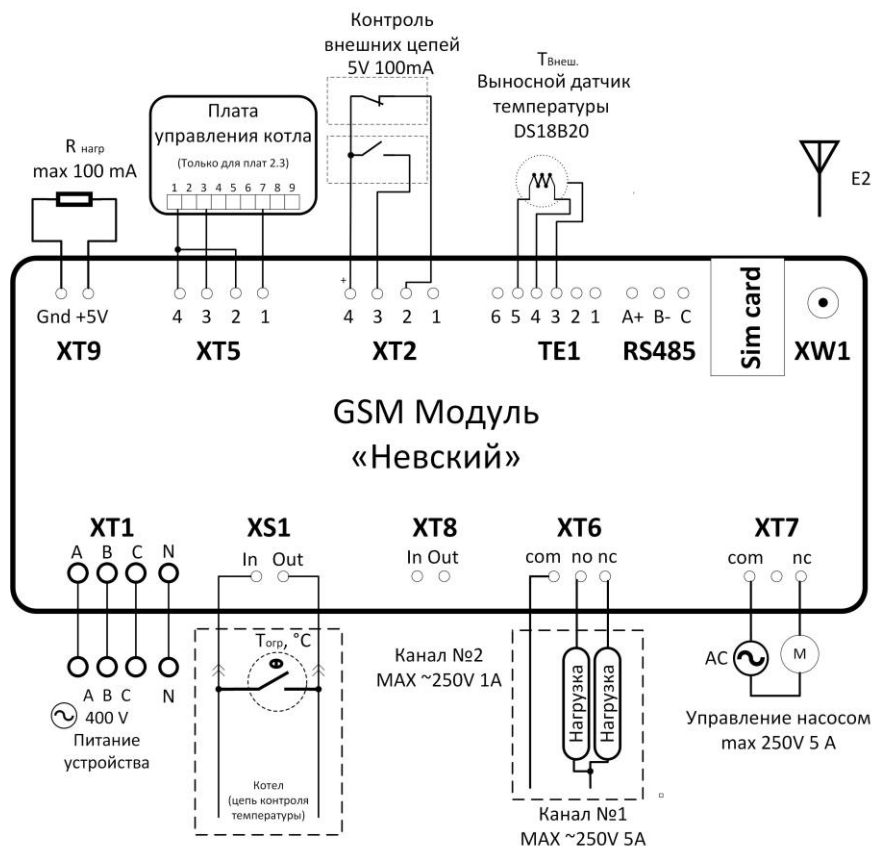

Рис. 5
- 6.4. На клемму XT1 согласно Рис. 5 необходимо подключить фазный и нейтральный провод. Если вы не планируете отслеживать наличие фаз, то можно соединить фазы L1, L2, L3 вместе перемычками, т.к. иначе GSM-модуль будет присылать сообщение об отсутствии неподключенных фаз.
- 7.4. Подключение к дополнительным каналам управления (1 и 2) осуществляется соответственно через клеммник ХТ6 и ХТ8 (Рис. 5).
- 7.5. Канал1 (клеммник ХТ6) (Рис. 5) это электромеханическое реле, состоит из пары контактов – нормально-замкнутого и нормально-разомкнутого. Нагрузочная способность, коммутируемая реле управления 5 А при напряжении 230 В. Если подключаемые устройства, имеют более высокие нагрузки, тогда они подключаются через промежуточные реле. Для подключения использовать провода сечением не менее 0,5 мм² (в комплекте не поставляются).
- 7.6. Канал2 (клеммник ХТ8) (Рис. 5) это твердотельное реле, состоит из нормально-разомкнутого контакта. Нагрузочная способность, коммутируемая симистором управления 1 А при напряжении 230 В. Если подключаемые устройства, имеют более высокие нагрузки, тогда они подключаются через промежуточные реле.
- 7.7. Используя канал №1 можно переключать работу системы отопления с основного котла на резервный котёл. На Рис. 5 изображён вариант схемы подключения канала №1 GSM-модуля для переключения работы системы отопления с основного котла на резервный.
- 7.8. Через контакты клеммника XS1 (Рис. 5) осуществляется подключение контактов термовыключателя котла. При срабатывании термовыключателя модуль пошлёт сообщение «ПЕРЕГРЕВ».
- 7.9. Датчики контроля внешних цепей (охранной сигнализации) подключаются к разъёму XT2 (Датчики охраны) (Рис. 5).
13.1. GSM-модуль позволяет осуществлять контроль датчиков внешних цепей, например, для охраны какого-либо объекта. Для включения этой функции необходимо подключить систему охраны к клеммам GSM-модуля в соответствии с Рис.5 и нажать на кнопку «ОХР. ВКЛ», при этом должна загореться красный светодиод. При повторном нажатии функция охраны отключается, светодиод гаснет.